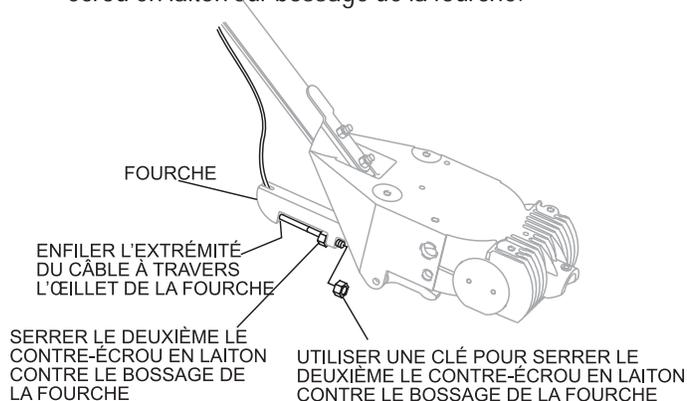

Figure 15. Fixation de la fourche du câble
5. Insérez l'extrémité du câble à travers l'œillet de la fourche (Figure 15) Serrez le premier contre-écrou en laiton à la main pour enlever tout le mou du câble.